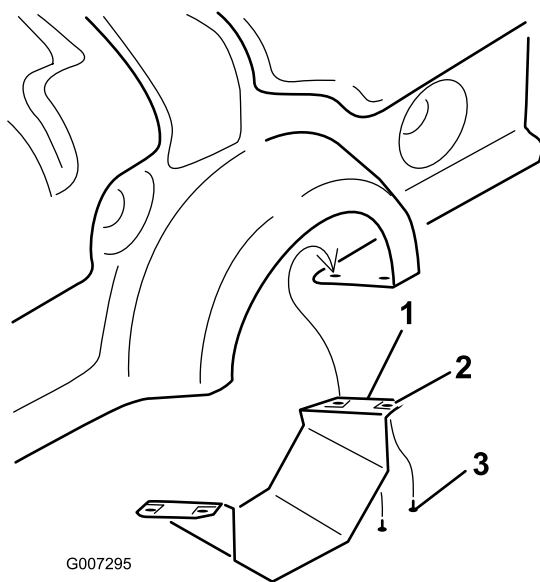

图 10
1. 仅限 ProCore 864 卸下 PTO 护罩图 10。